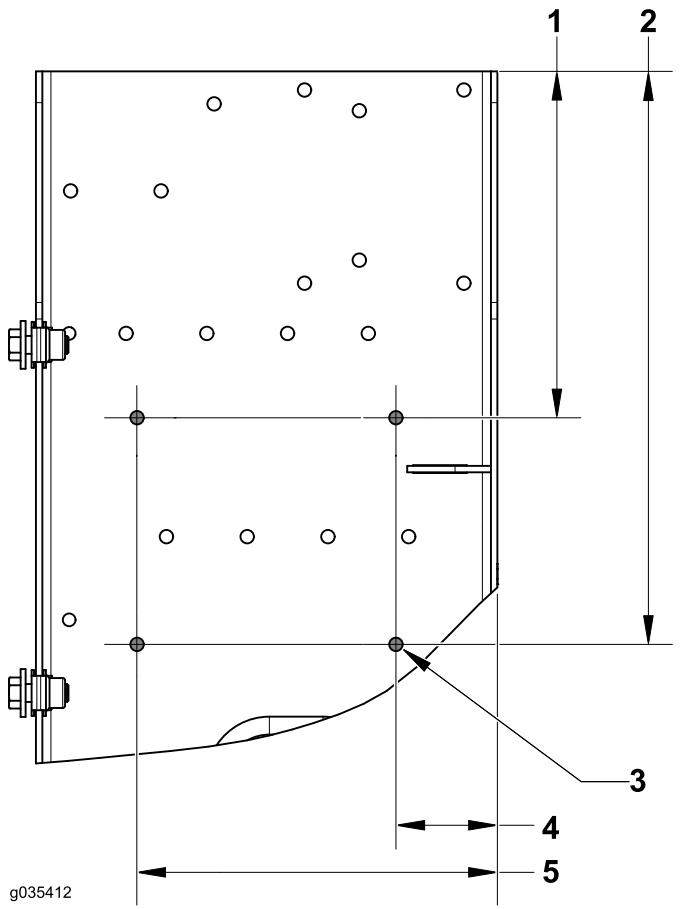

**Figura 7**
3. Localice y perfore los siguientes taladros para el transmisor (Figura 7).